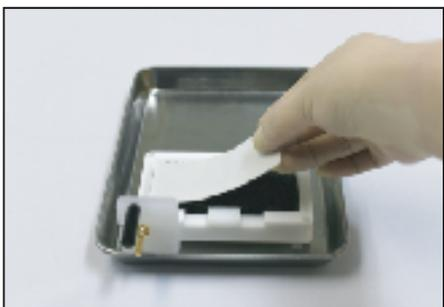

図5
- フィルターペーパーをサポートパッドとの間に気泡が入らないように置きます。(図5)